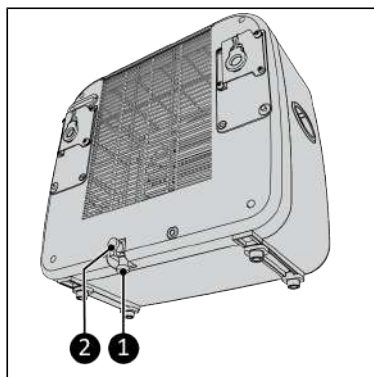

Figura 68.
1. Rimuovere uno dei due tappi di chiusura ( Figura 68, pos. 1 or pos. 2).
- che entrambi i tappi di chiusura dell'unità interna siano montati ( Figura 68, pos. 1 and 2);
2. Collegare il tubo di scarico in dotazione al fondo dell'unità interna, vedere Figura 68.
4. Rimuovere l'acqua dall'unità interna ( Figura 68).